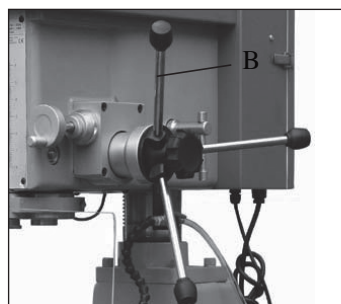
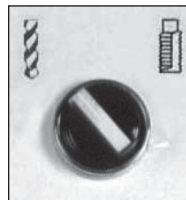

Bild 5.
Bild 5.1
1. Ta tak i spakens knott (B-Fig.5) og dra nedover.
3. Bruk spaken (B-Fig.5) for å kontrollere hevingen når spindelen heves opp.
7. Bruk spakene for nedovermating av spindelen (B-fig. 5) for å senke ned borespissen mot arbeidsstykkets flate og hold den der.
13. Bruk dybdehåndtaket (B-fig. 5) for å senke ned freseverktøyet til arbeidsstykket og lås det fast ved å vri på dybdelåserattet (O-fig. 5.1). Dybdeanlegget er nå fiksert på null.
13. Bruk dybdehåndtaket (B-fig. 5) for å senke ned borespissen mot arbeidsstykkets flate og lås pinolen med hjelp av låsehåndtaket (R-Fig.8).
13. Bruk dybdehåndtaket (B-fig. 5) for å senke ned gjengetappen mot arbeidsstykkets flate og lås pinolen med hjelp av låsehåndtaket (R-Fig.8).
14. Still inn dybdeanlegget ved å vri på rattet (8) for gjenging på ønsket dybde.
4. Senk spindelen ca 100 mm og lås med hjelp av pinollåsen 5.3 (R) eller låserattet (O-fig. 5.1) på spakene for nedovermating.